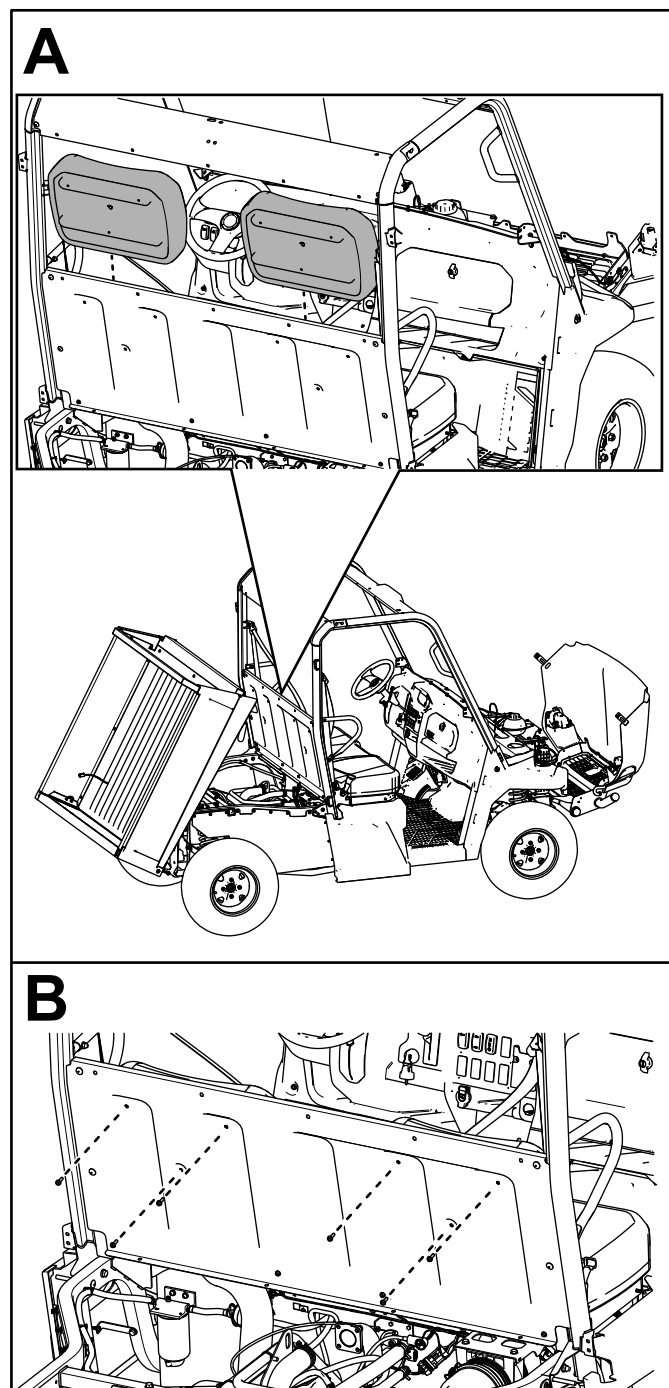

図 23
18. シートパネルに、シートバック2 個を取り付ける六角ワッシャヘッドボルト1/4 x 3/4"6 本を使用して図 23 のように取り付ける。